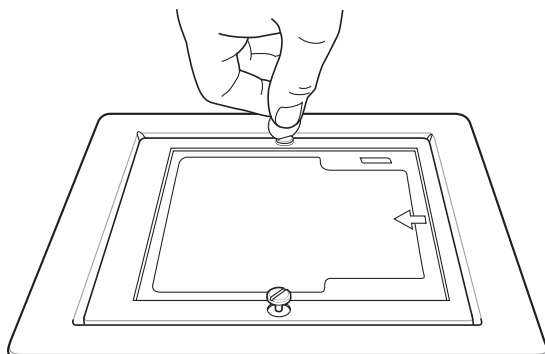

図 3-1 前面パネルのネジを緩めて外す
1. スキャナの前面にある大型ネジの頭に硬貨を差し込み、反時計方向に回します（図 3-1）。